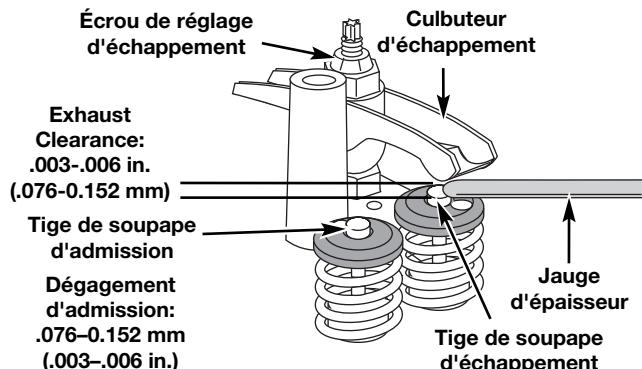

Fig. 38
L'écart de jeu recommandé pour l'admission est de 0,076 – 0,152 mm (0,003 – 0,006 po). L'écart de jeu recommandé pour l'échappement est de 0,330 – 0,406 mm (0,013 – 0,016 po). Servez-vous d'une jauge d'épaisseur d'automobile standard de 0,127 et 0,381mm (0,005 et 0,015 po). La jauge d'épaisseur devrait pouvoir glisser entre le culbuteur et la tige de soupape en rencontrant une faible résistance mais sans coller (Fig. 38).
- Tournez l'écrou de réglage à l'aide d'une clé de 8 mm (5/16 po) ou d'un tournevis à embout hexagonal (Fig. 38).